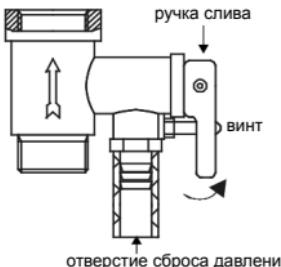

Рис. 6
- На входной патрубок обозначенный голубым цветом и стрелкой направления течения воды накрутите предохранительный клапан так, чтобы течение воды совпадало с направлением стрелки на корпусе клапана. На отверстие сброса давления предохранительного клапана (см. рис. 6) оденьте дренажную трубку\* для отвода воды (возможно появление при нагревании) в канализацию.
6. Чтобы слить воду из внутреннего бака, можно воспользоваться сливным отверстием (только для серии FSL2) (необходимо открутить заглушку, закрывающую сливное отверстие), также воду можно слить через предохранительный клапан (открутить сливной винт предохранительного клапана и перевести ручку слива в верхнее положение, при этом кран выхода горячей воды должен быть открыт, а кран подачи холодной воды в водонагреватель должен быть перекрыт) (смогли рис. 6). Никогда не сливайте воду, если ее температура выше 50°C, т.к. это может привести к ожогам.